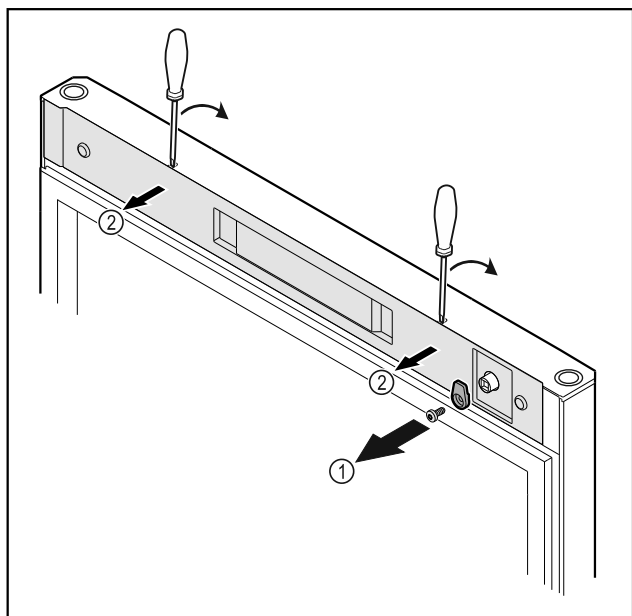

Fig. 10
- ▶ Dévisser le crochet de fermeture Fig. 10 (1).
- ▶ Décrocher le cache Fig. 10 (2) avec un petit tournevis et le retirer.